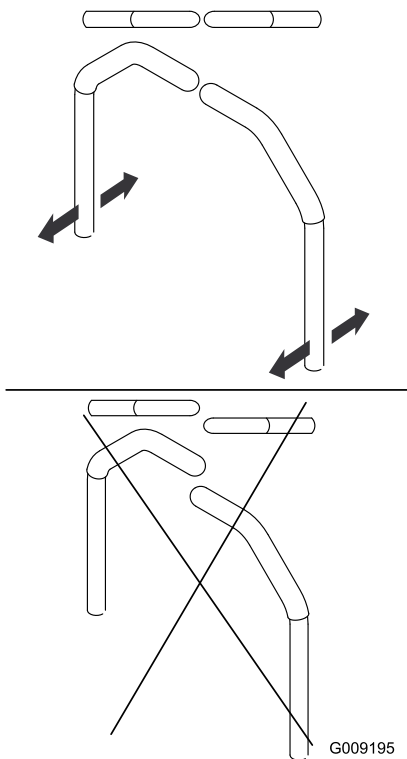

Figure 53
7. Réglez l'alignement avant/arrière des leviers en les plaçant tous deux à la position POINT MORT, puis faites-les coulisser jusqu'à ce qu'ils soient alignés, et serrez les boulons (Figure 53).